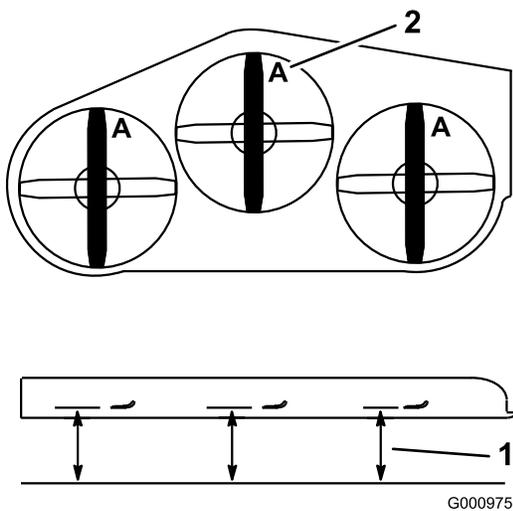

Figure 100
3. Tournez les lames dans le sens longitudinal (Figure 100).
4. Mesurez la distance entre la surface plane et le tranchant (position A) des lames (Figure 100)